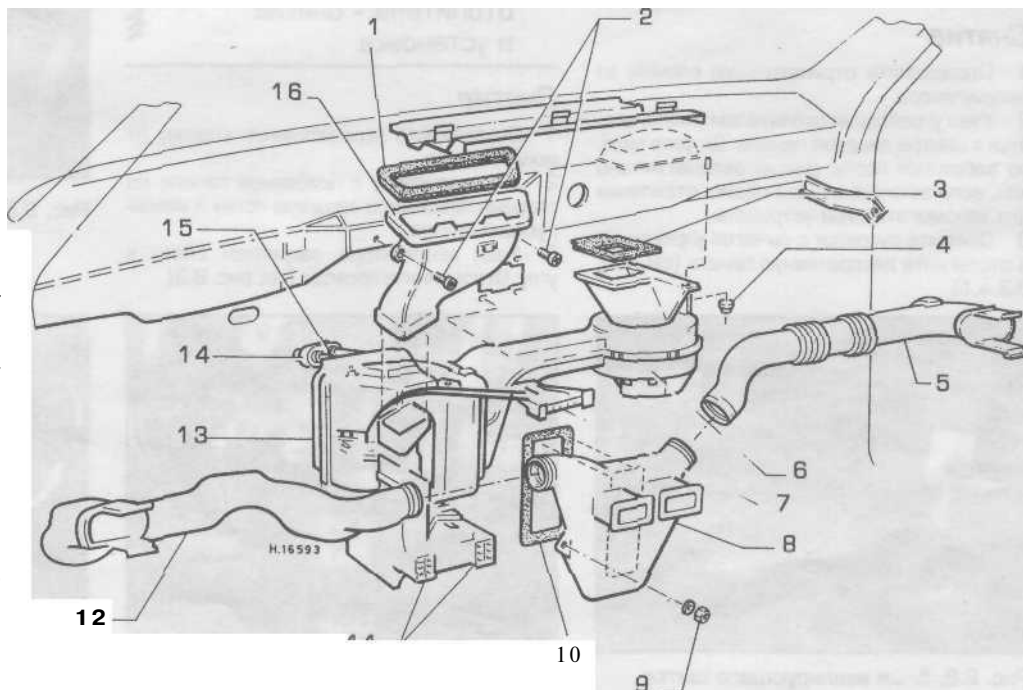

Рис. 10.6. Детали системы вентиляции и отопления
- 6 Отверните гайки крепления и извлеките распределитель воздуха из воздушной камеры, по мере извлечения отсоединяя распределитель от левого и правого воздуховодов. Снимите прокладку (см. рис. 10.6).